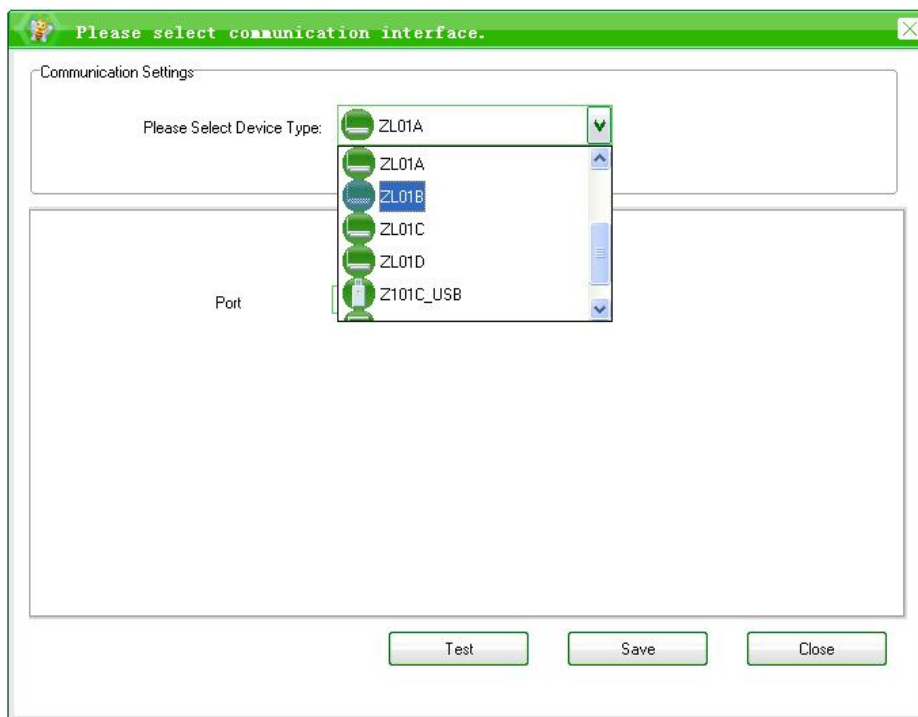

图 5-3-3 选择 ZL01B
- （3）如图 5-3-3，在 Please Select Device Type 选项中选择 ZL01B。